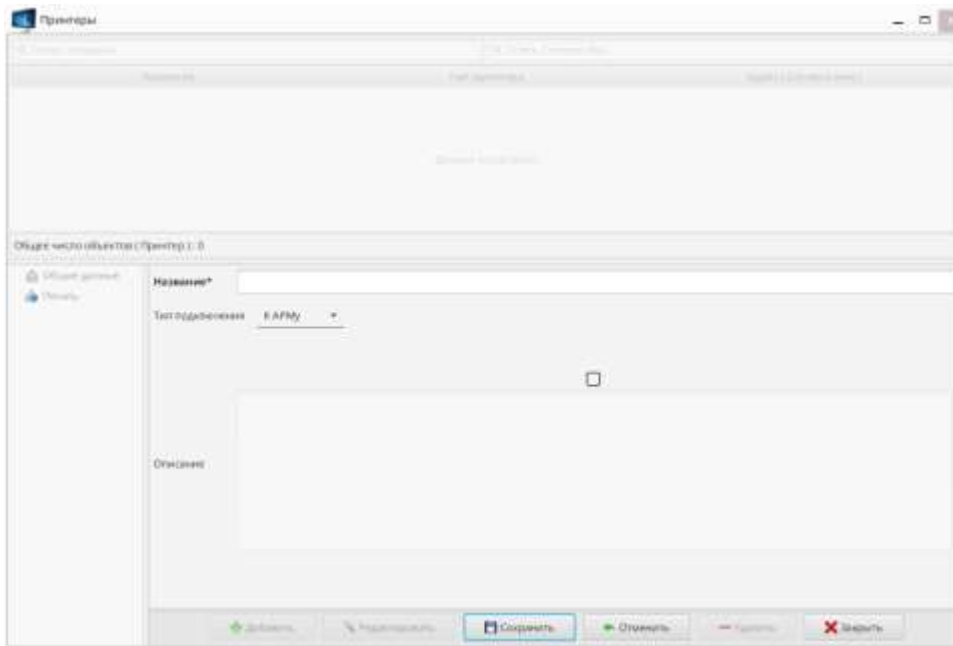

Рис. 29
- 2) в открывшемся окне «Принтер» (Рис. 29) нажать кнопку «Добавить», заполнить обязательное поле «Название принтера», выбрать тип подключения к АРМ или к серверу и нажать кнопку «Сохранить». Если в системе уже были установлены принтеры, то их список отобразится на форме;